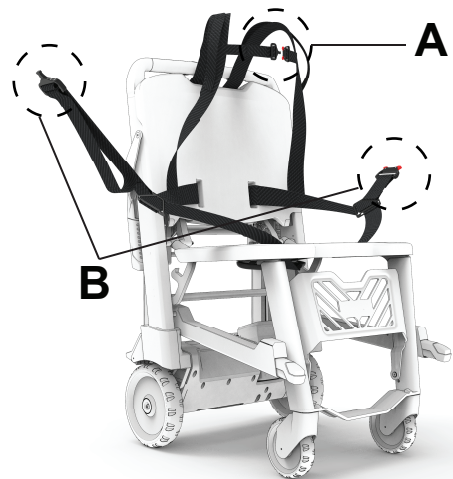

図 27 – 肩および腰用拘束ストラップを留める
9. 肩ストラップ (A) を胸あたりで留めます (図 27)。
10. 腰用拘束ストラップ (B) を患者の腿 / 腰に横断させて引きます (図 27)。必要に応じて、拘束ストラップを長くします。